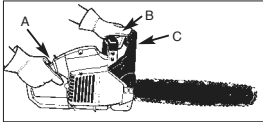

Abb. 11
**TESTEN SIE DIE KETTENBREMSE WIE FOLGT (Abb.11):**
3. Ergreifen Sie den hinteren Griff (A) mit der rechten Hand.
4. Mit der linken Hand halten Sie den vorderen Griff (B) fest (nicht den Kettenbremshebel (C)).
5. Drücken Sie den Gashebel auf 1/3 Geschwindigkeit und aktivieren Sie dann sofort den Kettenbremshebel (C).